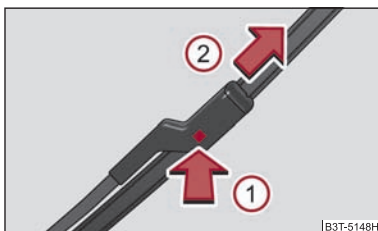

Fig. 64 Lamela ștergătorului de parbriz
- Apăsăți siguranța ①, pentru a debloca lamela, și trageți-o în direcția indicată de săgeată ② ⇒ fig. 64.